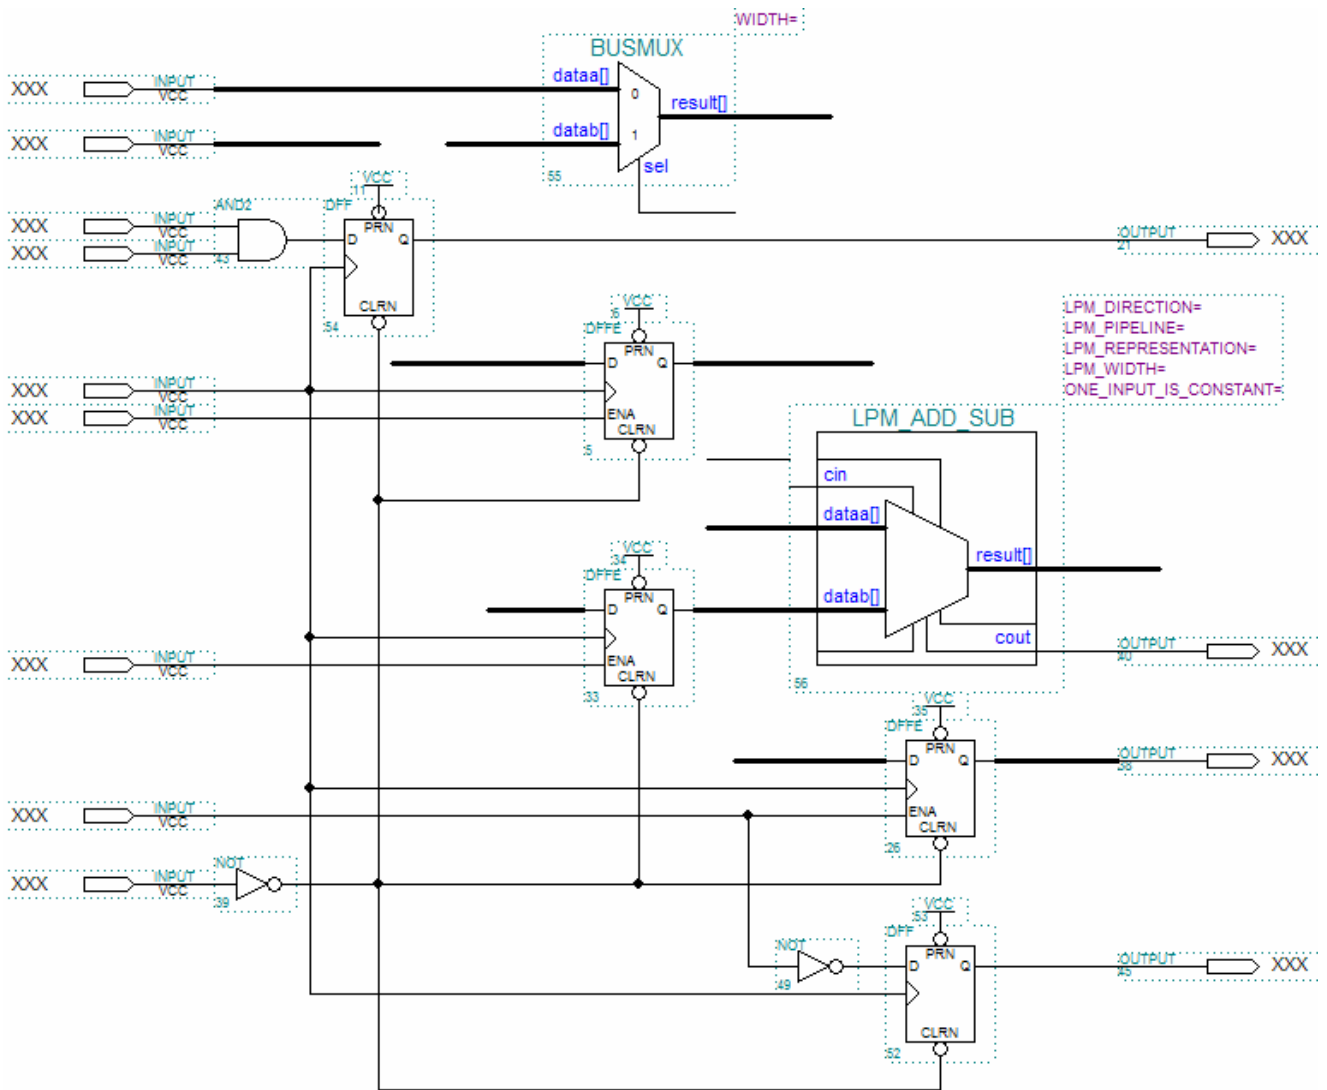

Figura 4. Esquemático incompleto del bloque DataUnit.
- b. Verificar el bloque DataUnit. En la figura 4 se proporciona un esquemático del bloque DataUnit en el que se deberán editar nombres, parámetros y puertos, para que el diseño funcione correctamente